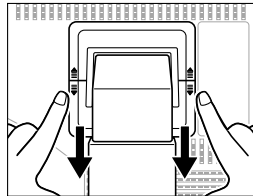

Figure S.2
4. Appuyer sur la portion " ▼ " avec son index et simultanément faire glisser le couvercle inférieur du support. (Figure S.2)